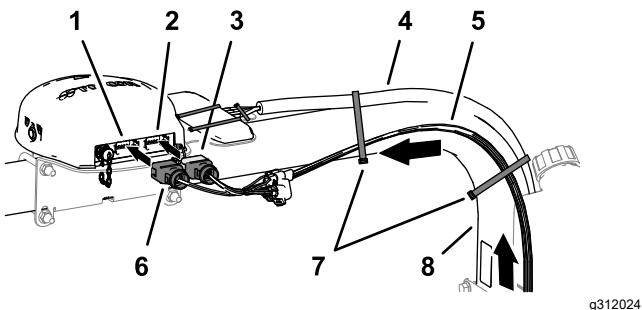

Рисунок 140
2. Проложите ответвление длиной 302 см жгута проводов передачи данных вдоль правой трубы конструкции ROPS так, чтобы 12-гнездовой разъем (**серый**) и 12-гнездовой разъем (**черный**) были направлены вверх, в сторону навигационного приемника (Рисунок 140).
7. Прикрепите ответвление длиной 302 см жгута проводов передачи данных к правой трубе конструкции ROPS с помощью кабельных стяжек, как показано на Рисунок 140.